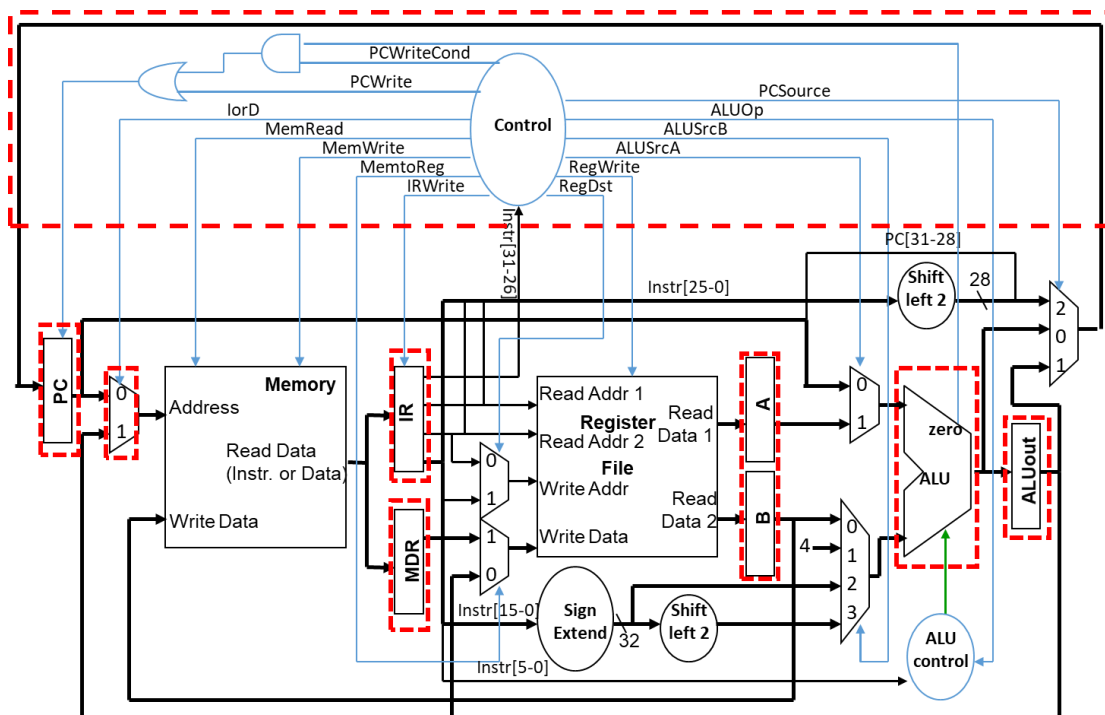

图 1: 单周期 CPU 系统连线图
2. 从上一次实验中，导入各个模块，并按照如图 1 进行改写 datapath；
如图 1, 完整的多周期 CPU 实现框架图。图中 datapath 大部分模块我们已经在单周期实验中完成了, 我们只需要再此基础上进行相应的改写, 并重新连接模块, 既可以完成多周期 MIPS 数据通路的实现;
2. 按照实验要求 4.1 搭建如图 1 所示实验系统。